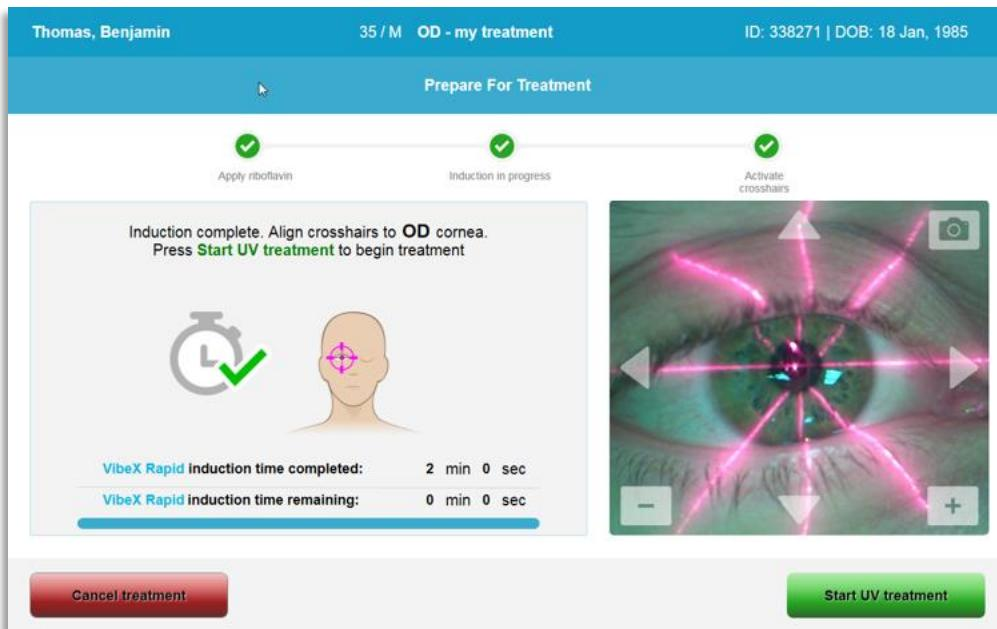

Bild 3-25. Starta UV-behandling
- När appliceringen av riboflavinet, induktionen och inpassningen av siktena är klara ska du inleda behandlingen genom att trycka på knappen "Starta UV-behandling" (Start UV treatment), vilket visas på bild 3-25.